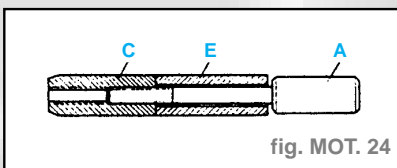

fig. MOT. 24
- Utiliser le centreur **C13** et l'axe de montage **A13** (fig. MOT. 24).
- Monter l'axe de piston (**E**) sur l'axe de montage (**A**), visser le centreur (**C**) jusqu'au contact et desserrer d'un quart de tour (fig. MOT. 24).